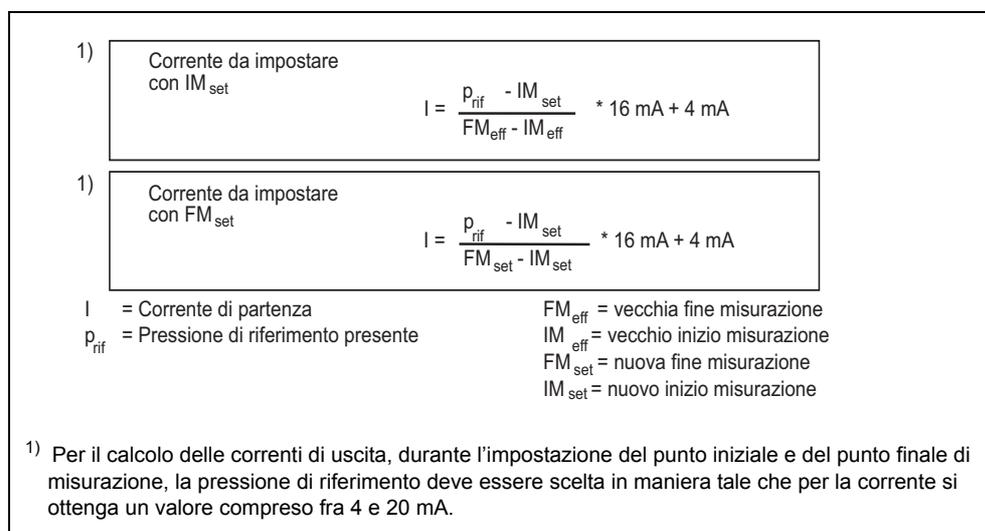

Figura 19 Formule per il calcolo della corrente (impostazione del punto iniziale e finale di misurazione)
Con l'ausilio delle seguenti formule (Figura 19, p. 32) potete calcolare la corrente da impostare per i punti desiderati di inizio e di fine misurazione.
- B: Per mezzo del tasto di modo [M] impostate l'apparecchio sul modo 2. Con l'ausilio delle formule (Figura 19, p. 32) calcolate dapprima la corrente da impostare per il punto iniziale di misurazione desiderato (2 bar) con la pressione di riferimento applicata e regolatelo poi per mezzo dei tasti [↑] o [↓] (13 mA).
- C: Per mezzo del tasto di modo [M] impostate l'apparecchio sul modo 3. Con l'ausilio delle formule (Figura 19, p. 32) calcolate dapprima la corrente da impostare per il punto finale di misurazione desiderato (14 bar) con la pressione di riferimento applicata e regolatelo poi per mezzo dei tasti [↑] o [↓] (16 mA).